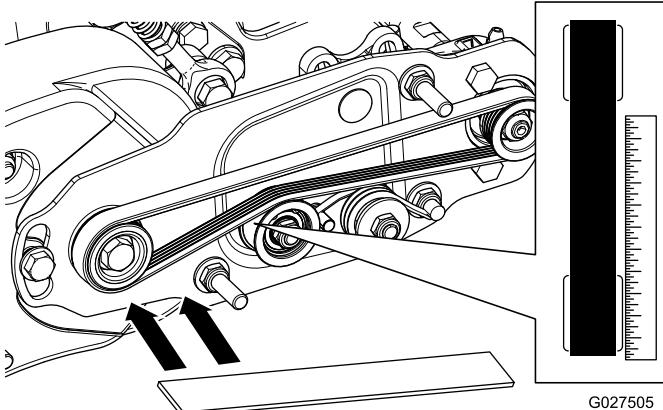

Bild 15
- Legen Sie ein Lineal entlang der Außenseite der **Antriebsscheibe** (Bild 15). Legen Sie das Lineal nicht über den Antrieb und die Antriebsscheiben.